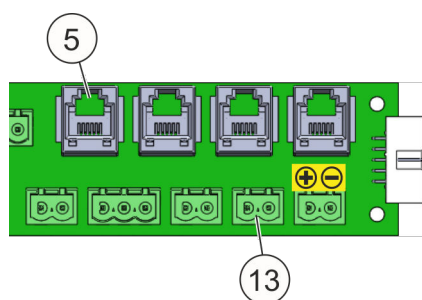
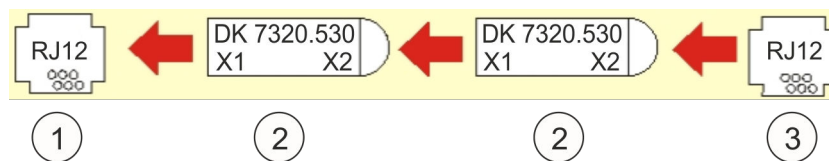

Fig. 47: Attacchi per contactore anta
Fig. 48: Schema d'installazione del contattore anta "Connettore RJ12" (sensore di accesso)
L'ingresso del contatto anta "5" (Fig. 47/5) è progettato per il tipo interruttore Rittal 7320.530 (Fig. 49/2 o 3). Collegare il contattore anta della versione "Connettore RJ12" nell'ingresso del contatto anta "5". Eseguire il collegamento secondo Fig. 48 e Fig. 49.
- 1 Ingresso contatto anta "5" (Fig. 47/5)
Se è utilizzato l'interruttore "Rittal 7320.530", la resistenza terminale premontata (Fig. 47/13) deve essere rimossa.